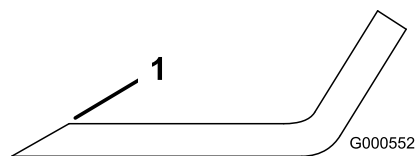

Figura 83
1. Utilice una lima para afilar el filo de corte en ambos extremos de la cuchilla (Figura 83).
Nota: Si la cuchilla no está equilibrada, rebaje algo el metal en la parte de la vela solamente con una lima (Figura 83).